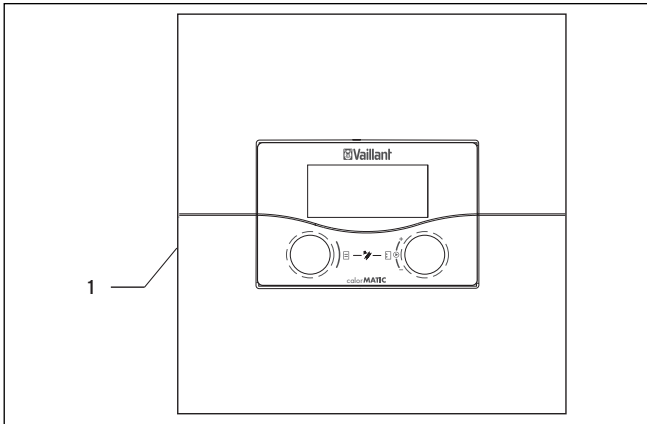

Abb. 10.1 Regler ein-/ausschalten
- Drücken Sie den Kippschalter (1) auf die Position **O**, um den Regler auszuschalten (→ Abb. 10.1).